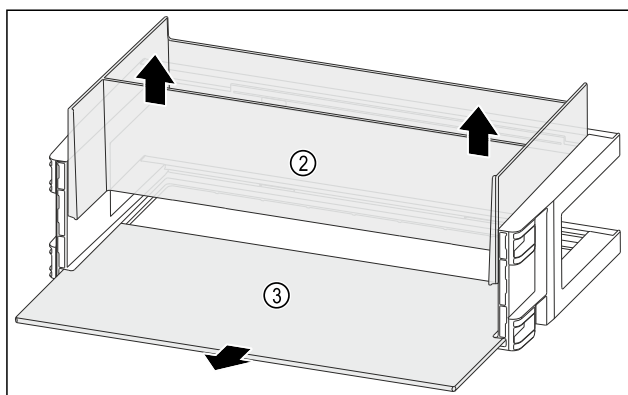

Fig. 91
- Organizer Fig. 91 (2) naar boven toe wegnemen.
- Draagplateau Fig. 91 (3) verwijderen.